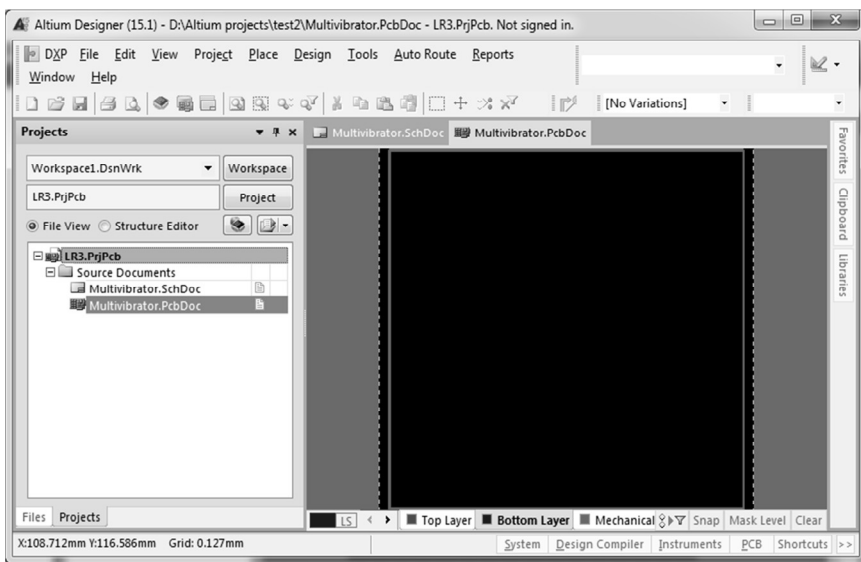

Рис. 4.2. Окно Altium Designer с проектом печатной платы
11. Нажмите **Finish** (Готово). В редакторе печатных плат откроется новый файл печатной платы под именем **PCB1.PcbDoc**, рис. 4.2.